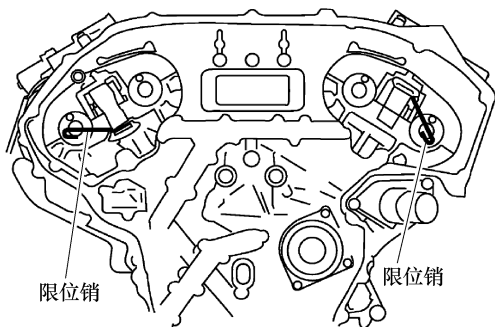

图 3-42 推入限位销
5) 如图 3-42 所示, 安装正时链条(副)和凸轮轴链轮(进气和排气):